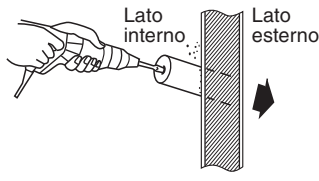

Fig. 3-20
- Le posizioni di collegamento dei tubi del refrigerante sono mostrate nella figura qui sotto. (Le tubazioni possono venire messe in posa in 3 direzioni diverse.) (Fig. 3-20)